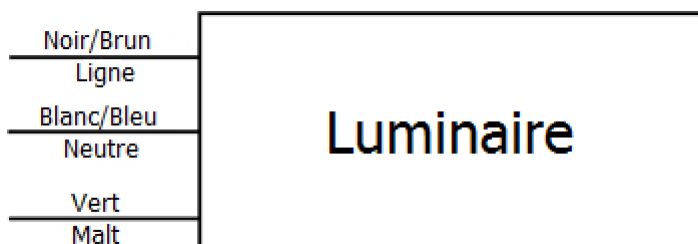

Figure 3
- Effectuer les connexions électriques à la boîte de jonction comme illustré ci-dessous. (Fig. 3) Fil noir au noir (phase), blanc au blanc (neutre) et vert au vert (MALT).
- Fixer le groupe cadre et verre à l'aide des (4) vis T-20 Torx.